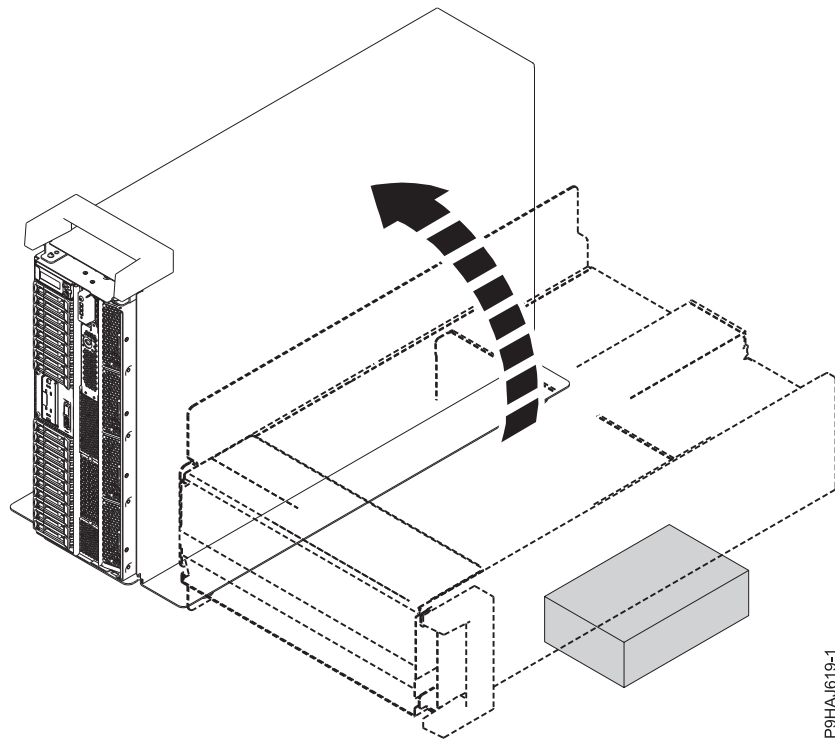

Figure 41. Déplacement du système autonome en position verticale
- a. Inclinez avec précaution le système autonome en le ramenant de sa position horizontale à une position verticale. Voir la figure 41.